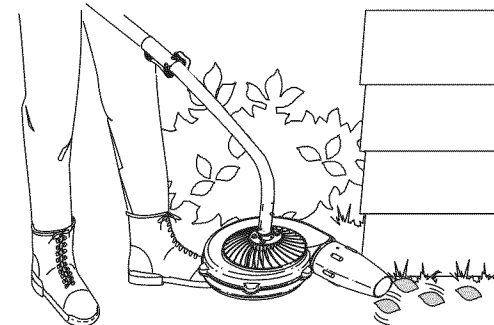

Fig. 8
- Use la boquilla concentradora para áreas difíciles de alcanzar, como esquinas en un garage, o para controlar el polvo en un ambiente cargado de polvo (Fig. 8).